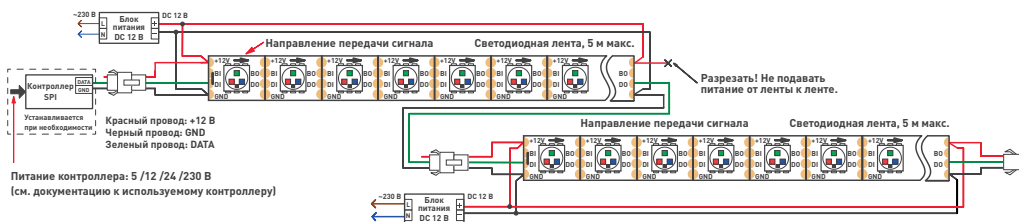
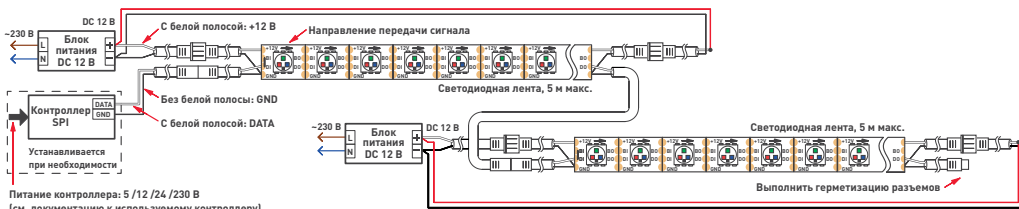
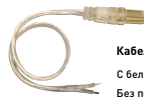

Рис. 1. Схема подключения открытой ленты SPI-5000-RAM 12V RGB
Рис. 2. Схема подключения влагозащитной ленты SPI-5000P-RAM 12V RGB
Рис. 4. Кабель питания и управления влагозащитной ленты с индексом «P»
- Подключите ленту по схеме на рис. 1 или рис. 2 в соответствии с типом ленты, соблюдая полярность и маркировку проводов. При подключении лент и соединении отрезков учитывайте направление передачи цифрового сигнала, указанное стрелкой на ленте. Вход сигнала управления имеет обозначение «DI», выход — «DO». Для подключения используйте коннекторы из комплекта поставки. Руководствуйтесь маркировкой, нанесенной на ленту (см. таблицу), маркировкой на контроллере и информации, приведенной на рис. 3 и рис. 4.
- Подключите ленту согласно используемой схеме (рис. 1 или рис. 2), соблюдая полярность.